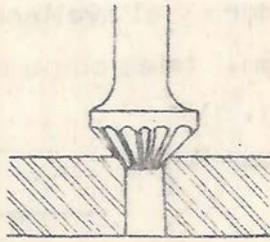

Fig. 3
- d Ejecute el avellanado (figs. 3 y 4).